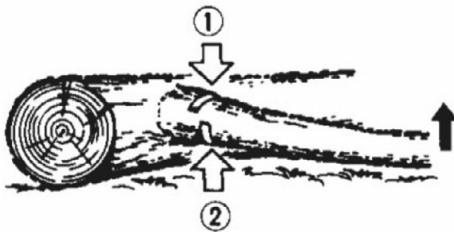

Рис. 5.3
**Обрезка сучьев (рис. 5.3).**